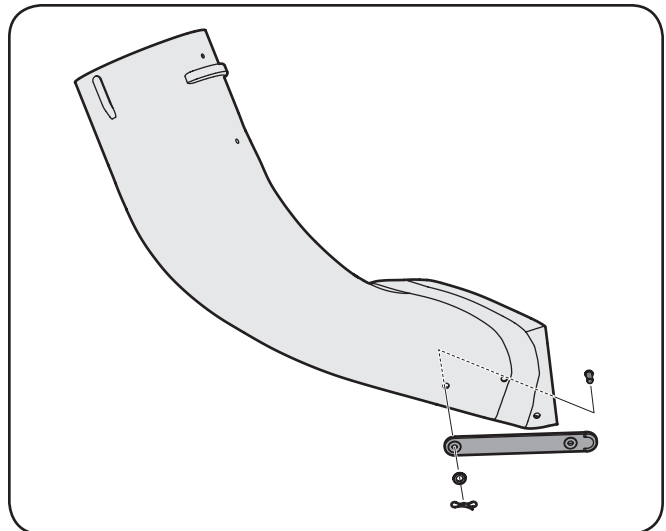

Figure 4-19
- Installez la courroie de la goulotte de descente en caoutchouc sur le coude de la goulotte de descente à l'aide de l'axe à épaulement, de la rondelle et la goupille fendue de style papillon. Consultez la figure 4-19.